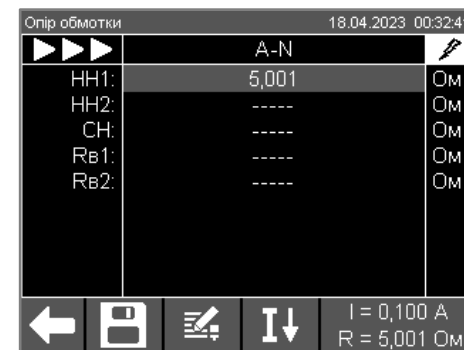

Рисунок 6.59
10) Виділити у вікні (рисунок 6.59) другий рядок, що відповідає цій обмотці.
13) Повторити п.п. 6 – 8 для решти обмоток, вказаних у вікні (рисунок 6.59) – обмотки середньої напруги CH, обмотки ВН при положенні 1 Перемикача (Rv1), обмотки ВН при положенні 2 Перемикача (Rv2).